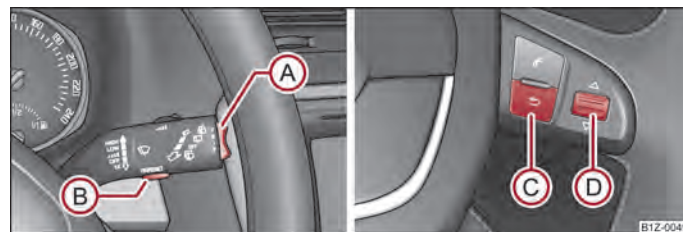

Fig. 6 Indicateur multifonctions : Éléments de commande sur la manette des essuie-glaces/ éléments de commande sur le volant multifonctions
La modification de la mémoire se fait au moyen de la touche (B) → fig. 6 sur la manette des essuie-glaces ou à l'aide de la touche (D) sur le volant multifonctions → fig. 6.
L'interrupteur (A) et la touche (B) se trouvent dans la poignée de la manette des essuie-glaces → fig. 6. Les modifications et la remise à zéro se font au moyen de la molette (D) sur le volant multifonctions.
Un symbole représentant un flocon de neige (signal d'avertissement contre le verglas) apparaît si la température extérieure descend en-dessous de + 4 °C et un signal retentit. Après avoir appuyé sur l'interrupteur **(A)** de la manette des essuie-glaces → fig. 6 ou sur la touche **(C)** du volant multifonctions → fig. 6 la fonction représentée est celle qui a été affichée en dernier.
La durée du trajet depuis le dernier effacement de la mémoire apparaît sur le visuel. Si vous souhaitez déterminer la durée du trajet à partir d'un moment bien précis, vous devez remettre la mémoire à zéro à ce moment-là, en appuyant sur la touche **(B)** de la manette des essuie-glaces → fig. 6 ou sur la molette **(D)** du volant multifonctions → fig. 6 pendant plus d'1 seconde.
Si vous souhaitez mesurer la consommation moyenne de carburant pour une période précise, vous devez remettre la mémoire à zéro au début de la mesure, au moyen de la touche **(B)** de la manette des essuie-glaces → fig. 6 ou au moyen de la molette **(D)** du volant multifonctions → fig. 6. Après l'effacement des traits apparaissent sur le visuel durant les 100 premiers mètres.
Le trajet parcouru depuis le dernier effacement de la mémoire apparaît sur le visuel ⇒ page 14. Si vous souhaitez mesurer le trajet parcouru à partir d'un moment bien précis, vous devez remettre la mémoire à zéro à ce moment, en appuyant sur la touche **(B)** ⇒ fig. 6 de la manette des essuie-glaces ou sur la molette **(D)** du volant multifonction ⇒ fig. 6.
La vitesse moyenne en km/h depuis le dernier effacement de la mémoire apparaît sur le visuel ⇒ page 14. Si vous souhaitez mesurer la vitesse de circulation moyenne pour une période précise, vous devez remettre la mémoire à zéro au début de la mesure, au moyen de la touche **(B)** de la manette des essuie-glaces ⇒ fig. 6 ou au moyen de la molette **(D)** du volant multifonctions ⇒ fig. 6.
- Au moyen de la touche **(A)** de la manette des essuie-glaces ⇒ fig. 6 ou de la molette **(D)** du volant multifonctions ⇒ fig. 6, sélectionnez l'option de menu **Avertissement en cas de dépassement de la vitesse**.